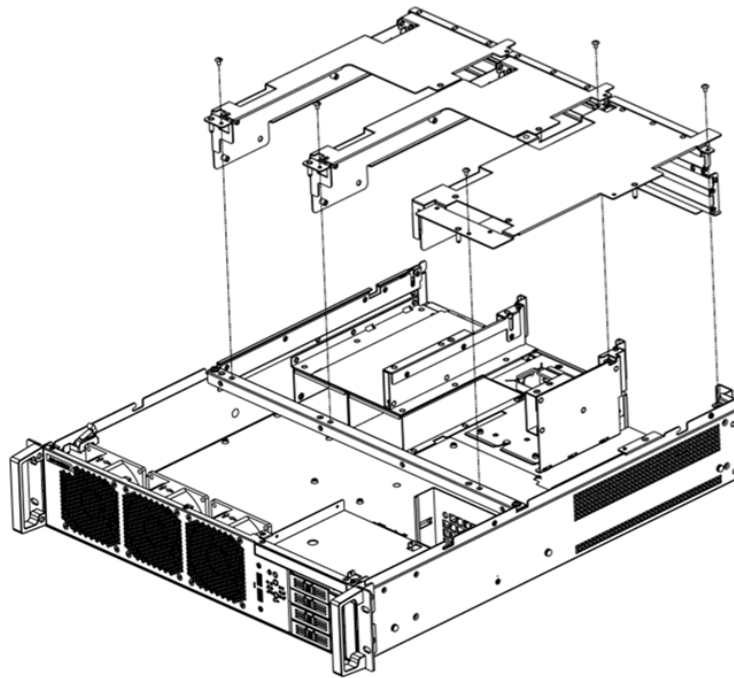

Figure 2.2 Removing Riser Cage brackets/ 移除RISER CAGE铁件/ 移除RISER CAGE 鐵件
2. Lift three riser cage brackets up (see Figure 2.2).
2. 将三组 riser cage 铁件向上抬起（如图 2.2 所示）。